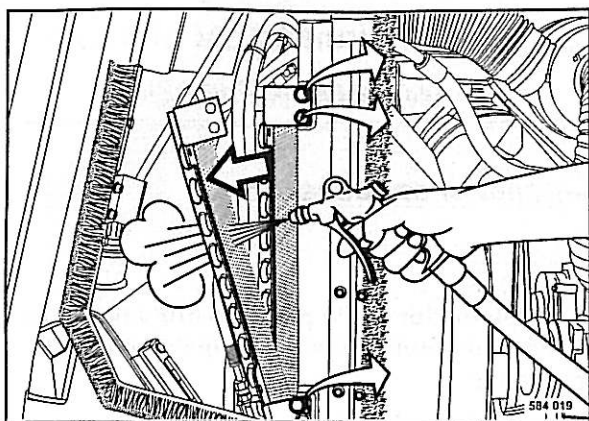

Fig. 100
- Desenroscar los tornillos de fijación del condensador (Fig. 100) y plegar el condensador hacia delante.